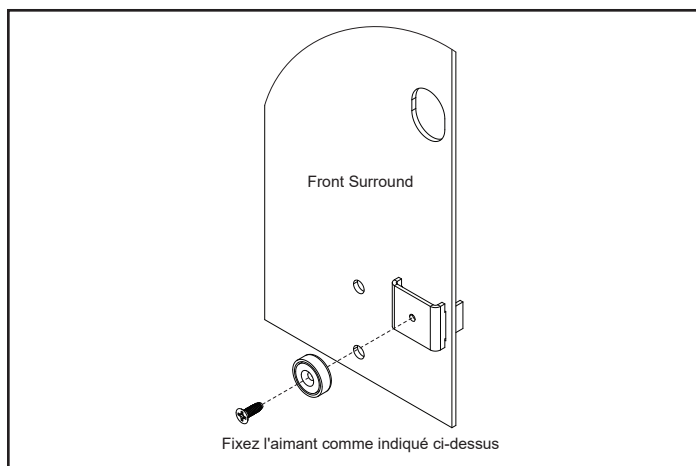

Figure 22.2
5. Fixez l'aimant au support. L'aimant est tourné vers l'avant (**figure 22.2**).